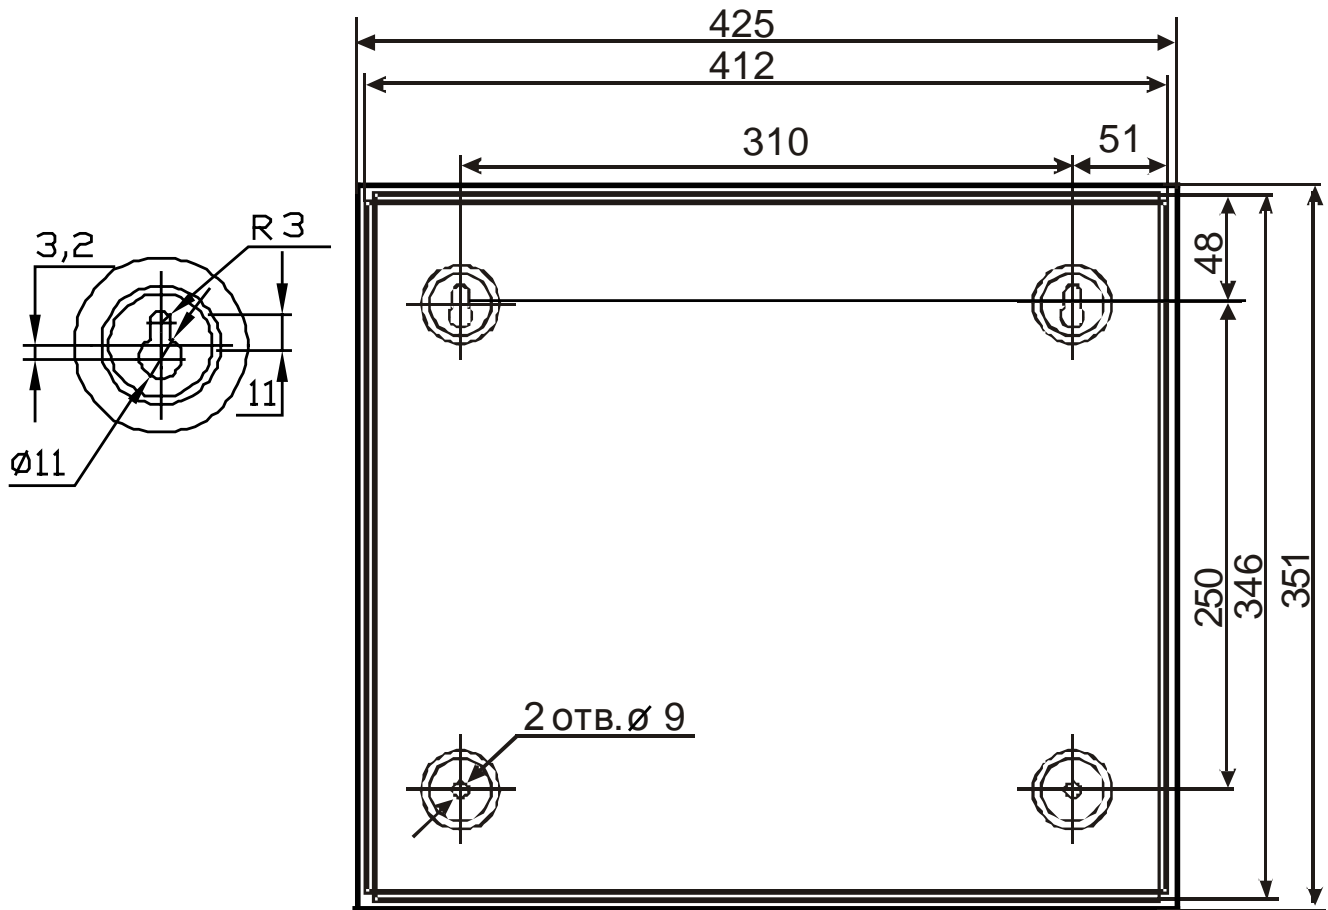

Рис. 9 Присоединительные размеры ИБП 1200А/2400А
6.4.1. На месте установки ИБП крепится к стене или других конструкциях в вертикальном положении. При установке необходимо следить за тем, чтобы не были закрыты вентиляционные отверстия другими устройствами или блоками. Присоединительные размеры ИБП приведены на Рис. 9.